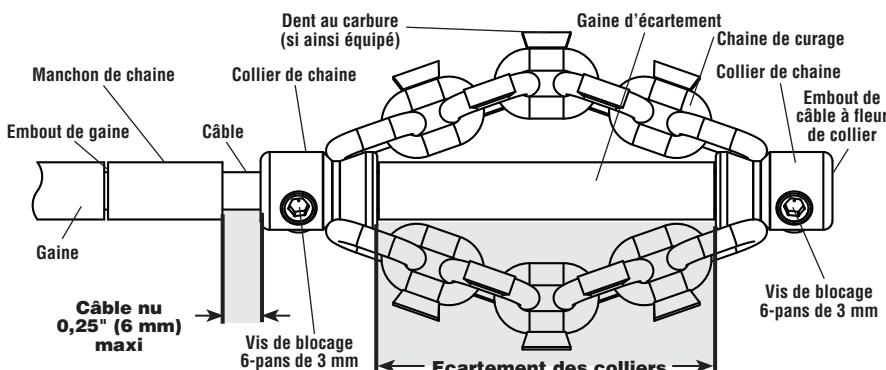

Figure 10 – Montage et réglage de la chaîne de curage
2. La Figure 10 est un schéma du montage et réglage d'une chaîne de curage. Deux points principaux sont à considérer lors du montage et réglage des chaînes de curage.
6. Faites un montage à blanc de la chaîne de curage, du manchon de chaîne et de la gaine d'écartement comme indiqué à la Figure 10. Les maillons de chaîne doivent être droits et sans replis. Afin d'éviter l'usure prématurée de l'embout du câble, celui-ci devrait arriver à fleur du collier.
7. Une fois la chaîne de curage correctement installé sur le câble comme indiqué à la Figure 10, serrez les vis de blocage des colliers à l'aide de la clé Allen fournie. Amenez la pointe de la vis de blocage contre le câble, puis serrez-la de 1/8 à 1/4 de tour (45° à 90°) de plus. Des vis de blocage mal serrées risquent de permettre le glissement de la chaîne de curage et endommager le câble ou perdre la chaîne dans la conduite.